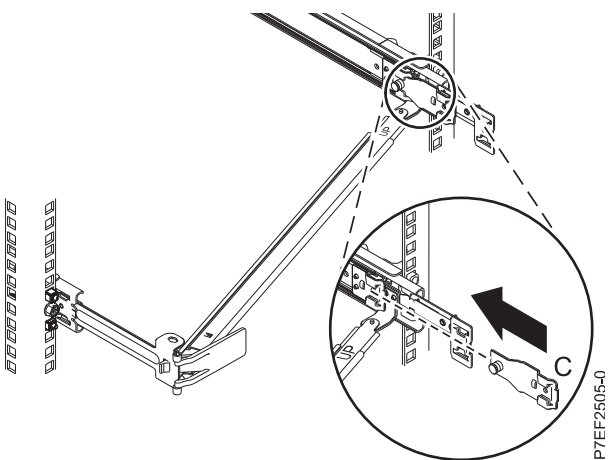

Figura 14. Instalando o suporte de montagem no trilho deslizante
6. Conecte o suporte de parada de organização de cabos **(B)** ao slot na parte interna do trilho esquerda deslizando o suporte de parada **(B)** para o trilho deslizante até que o pino com molas se encaixe. Para obter detalhes, consulte Figura 14.